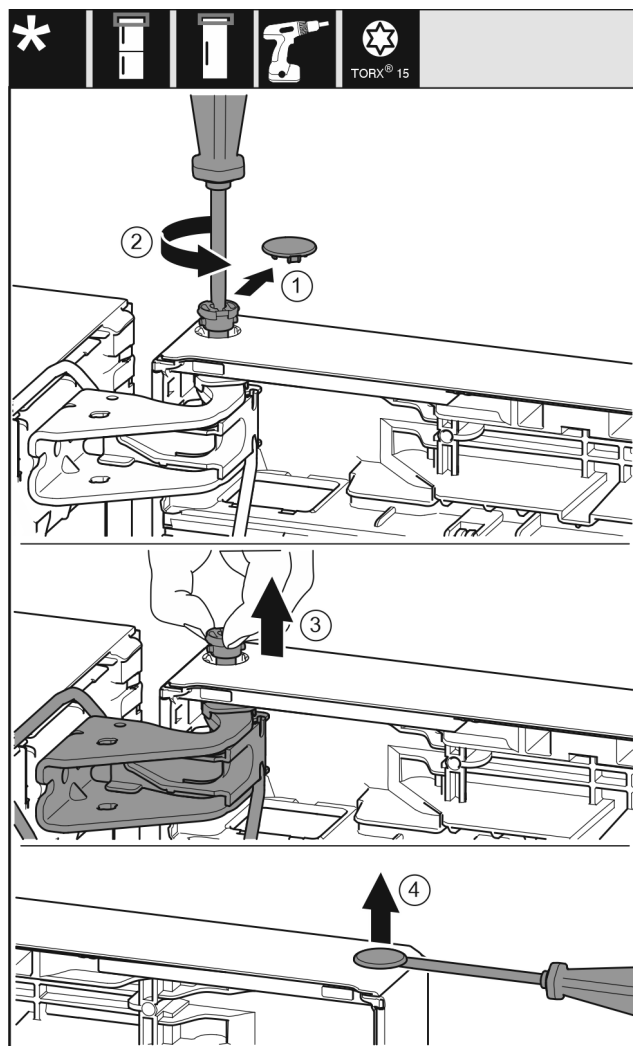

Fig. 22
- 小心拆下安全盖。 Fig. 22 (1)
- 用 T15 螺丝刀拧下一枚螺栓。 Fig. 22 (2)
- 抓紧门并用手指拔出螺栓。 Fig. 22 (3)
- 用带槽螺丝刀小心地从门轴衬上提起堵头并将其拉出。 Fig. 22 (4)